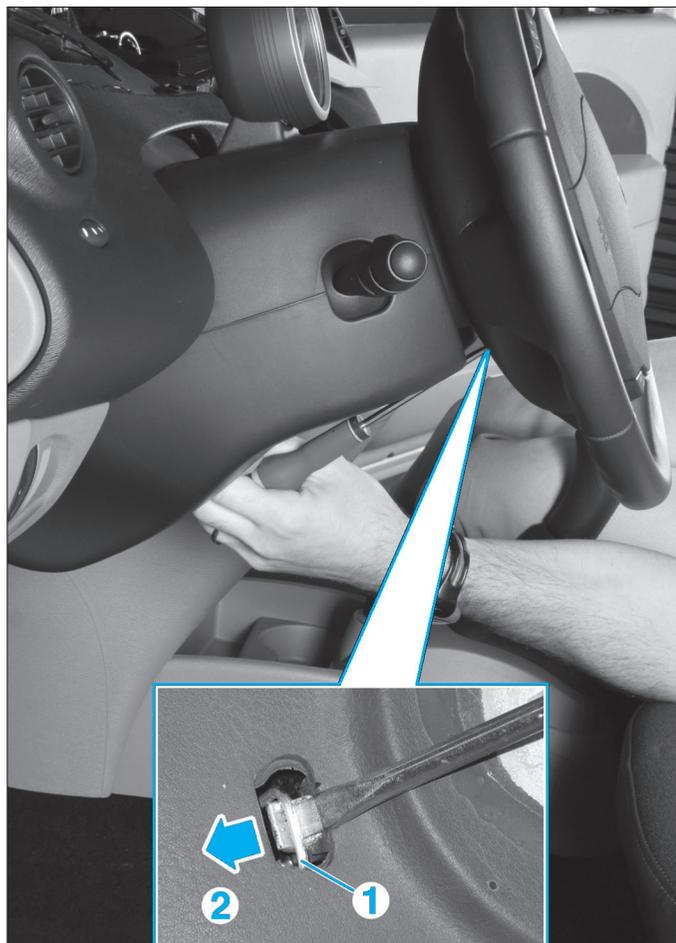

Fig. 1
- A l'aide d'un tournevis plat, écarter l'agrafe (1) dans le sens de la flèche (2) (Fig.1).